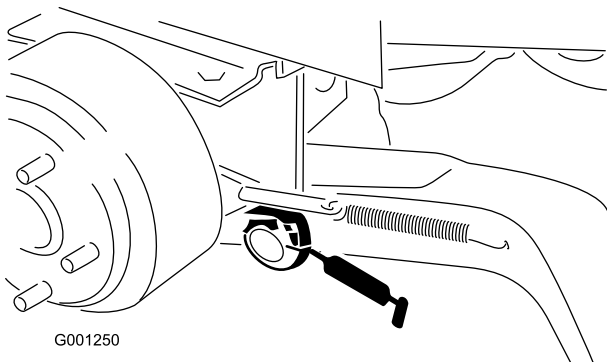

Figura 37
- Casquillos de pivote de los brazos de elevación (Figura 37)